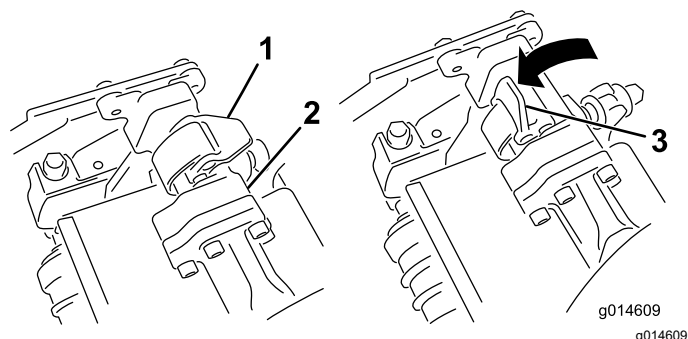

図 61
4. サスペンションアームのバーについているラッチ **図 61**を開き、サスペンションアームを押し下げて
5. ラッチを下げて閉じるとカッティングユニットのバーがロックされてユニットがアームにセットされる **図 61**。
6. 取り外したいカッティングユニットのサスペンションアームのバーについているラッチを開く 図 61。